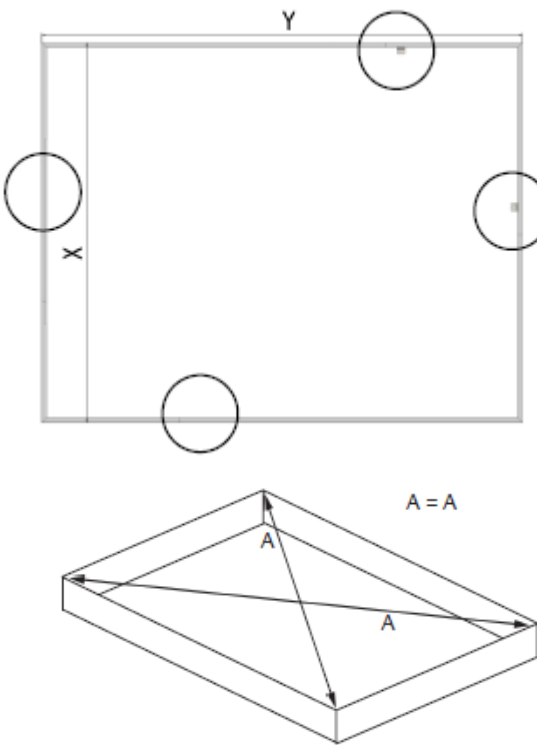

Abb. 2
3. Empfohlen wird die originelle Basis aus verzinktem Stahl. Die Basis muss rechteckig (oder quadratisch) sein, damit sie eine gerade Auflage für das Gewächshaus gewährleistet. Sind beide Diagonalen der Basis gleich lang, ist die Basis rechteckig (oder quadratisch), siehe Abb. 2. Ist die Basis uneben oder geneigt, wird das darauf montierte Gewächshaus verformt.